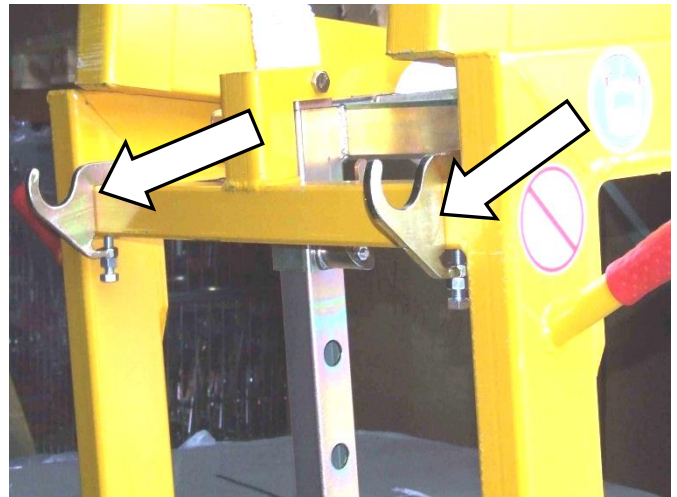

Fig. 7
6.) El soporte de red está listo para su uso → Fig. 7